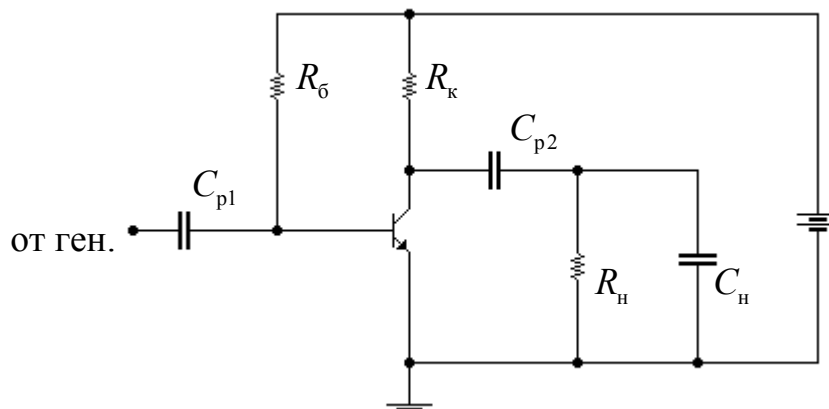

Рис. 2.1. Усилитель на сопротивлениях на биполярном транзисторе
Возможный вариант схемы для первоначального исследования изображен на рис. 2.1.
2. Изобразите эквивалентную схему каскада, изображенного на рис. 2.1, для средних и нижних частот.